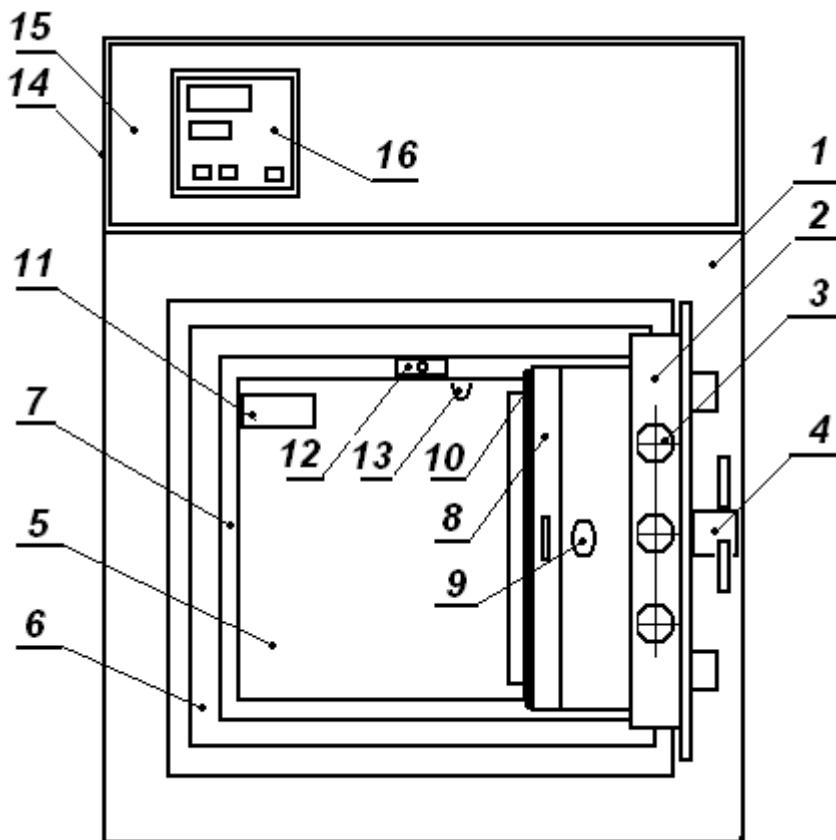

Рис.1. Общий вид изделия
4.1 Изделие (рис.1), изготовленное на базе сейфа (1) с устойчивостью к взлому III или IV класса, соответствует ГОСТ 51110-97, ГОСТ 51113-97, ГОСТ Р50862-2005 и ГОСТ16317-87 снабжено дверью (2) с ригельным замком (3) и приводной рукояткой (4).